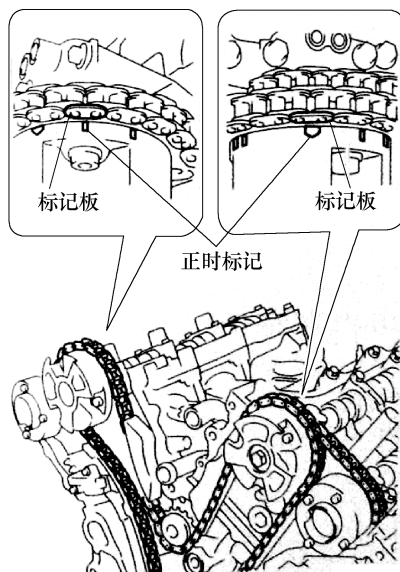

图 1-144 安装正时链分总成
③ 用 10mm 六角扳手紧固 2 号惰轮轴。
① 如图 1-144 所示对准标记板和正时标记，并安装链条。